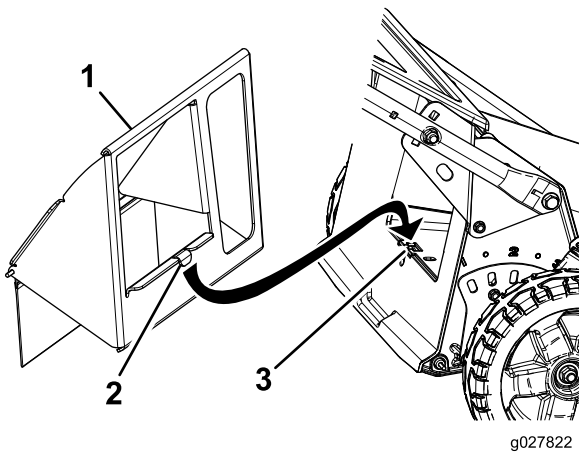

Figura 2
3. Montate il deflettore di scarico posteriore (Figura 2).
Nota: Inserite la linguetta del deflettore di scarico posteriore nella fessura sul fondo dell'apertura (Figura 2).